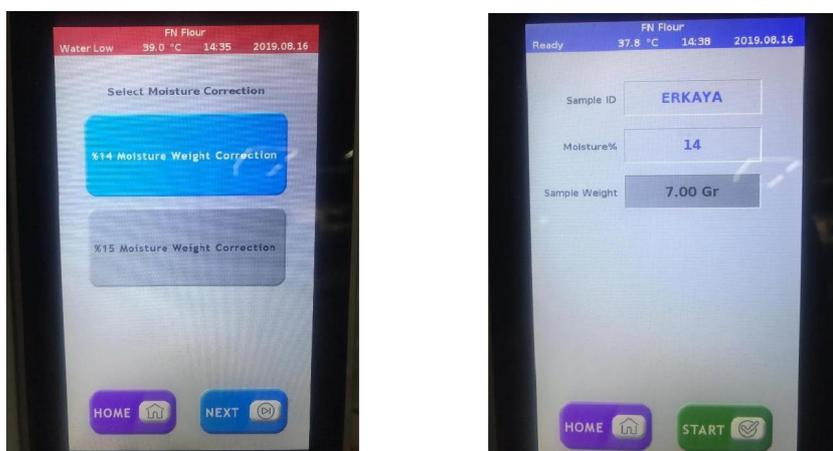

Рис. 10
- Выберите опцию “влажность образца 14%” или “влажность образца 15%”, в зависимости от того, какой уровень влажности берется за основу расчетов. Вводя содержание влаги в образце, можно получить вес образца без использования каких-либо таблиц (Рис. 10).